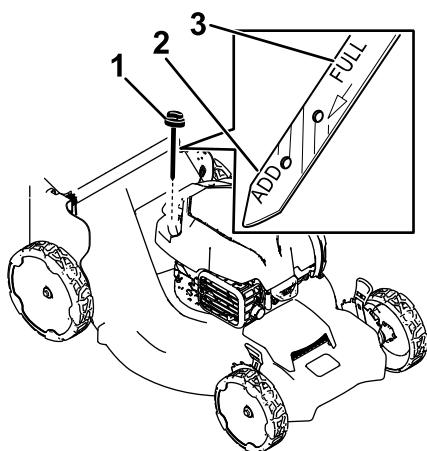

Figura 23
3. Retire a vareta rodando-a no sentido contrário ao dos ponteiros do relógio e puxando-a para fora (Figura 23).
4. Incline o cortador para o lado (de forma a que o filtro de ar fique voltado para cima) para drenar o óleo utilizado para fora do tubo de enchimento do óleo (Figura 23).